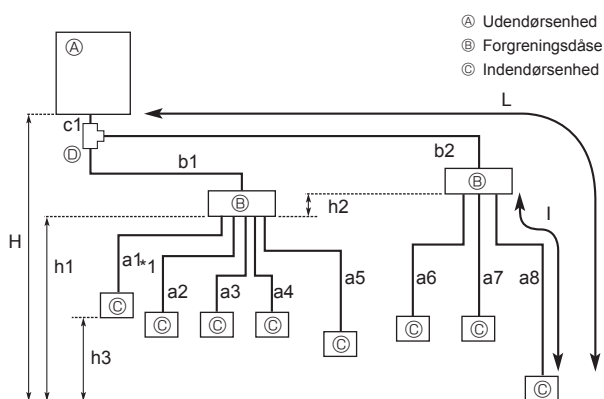

Fig. 4-2
4.2.2. Tilslutning med forgreningsboks (Fig. 4-2)